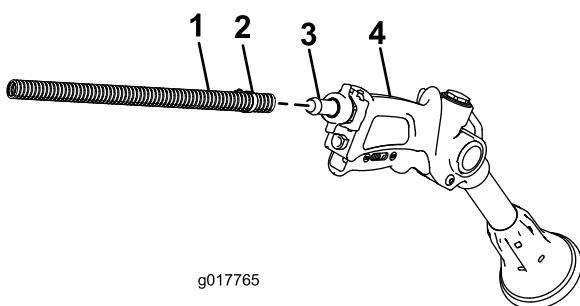

Figura 20
- Collegate l'estremità libera del flessibile lungo al raccordo sulla pistola a spruzzo (Figura 20).